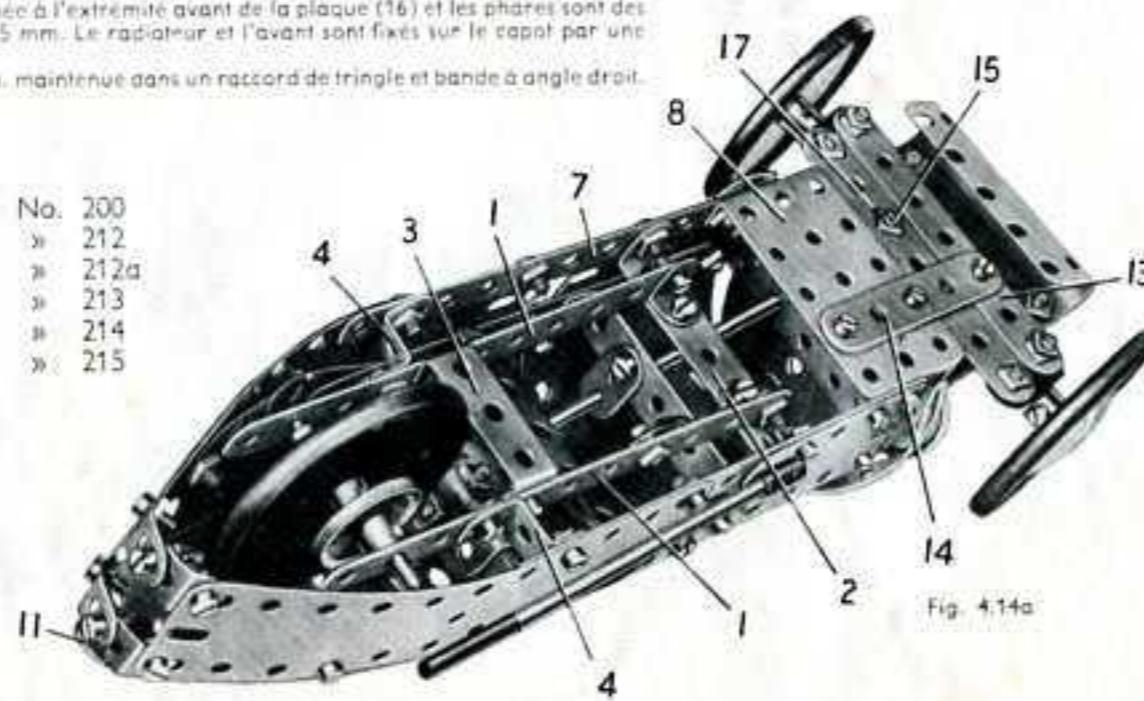

Fig. 4.14a
Le châssis de la voiture se construit en fixant deux bandes de 11 trous (1) sur une bande coulée de 60×12 mm. (2) par des équerres, et en les réunissant ensuite l'une à l'autre par une bande coulée de 38×12 mm. (3). Les rebords de la bande coulée (2) et les équerres renversées (4) servent à fixer la carrosserie sur le châssis. Chaque côté est formé d'une plaque flexible de 6×4 cm. (5) et d'une de 14×4 cm. (6) boulonnées sur une bande de 11 trous (7). Les extrémités arrière des plaques (6) sont réunies par 4 équerres à 135° disposées par paires (fig. 4.14a). Une plaque à rebords de 6×4 cm. (8) boulonnée entre les deux côtés de la carrosserie déborde d'un trou les extrémités avant des bandes (7). Le dessous du capot est une plaque flexible de $11,5 \times 6$ cm. incurvée de façon voulue et boulonnée entre les plaques (5). Les boulons (9) et (10) qui la tiennent en place servent également à fixer des bandes coulées de 60×12 mm. entre les côtés, de façon à renforcer le cabot. L'arrière est constitué par deux plaques cintrees de 43 mm. de rayon, et il est complété par trois bandes de 5 trous (11). Le siège est une plaque cintree en U fixée par une embase triangulaire coulée sur une bande de 5 trous (12). Cette bande est réunie par un support plat à une bande incurvée épaulée, et l'ensemble est fixé sur une équerre boulonnée aux plaques cintrees de 43 mm. de rayon.